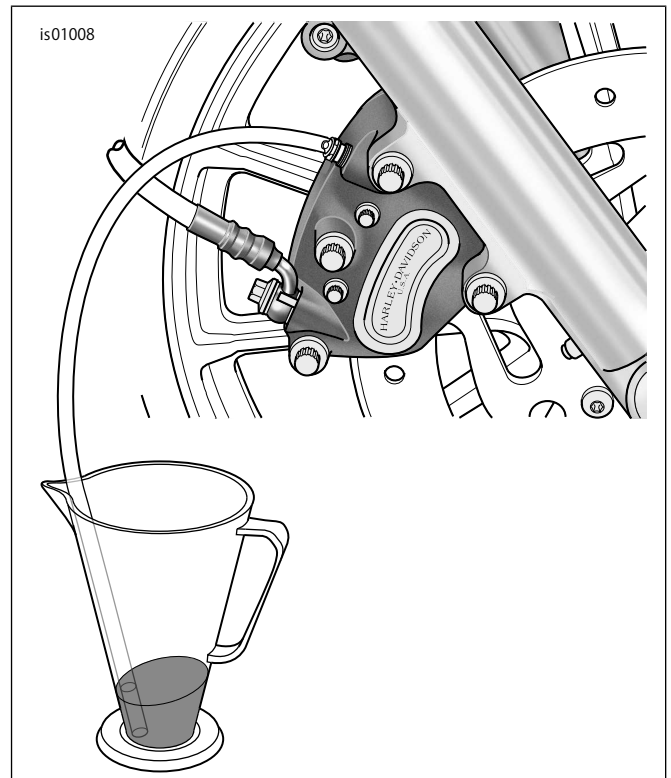

図10。ブレーキフルードの抜き取り
1. 「図10」を参照してください。フロントブレーキキャリパーのブリーダーバルブキャップを取り外します。透明プラスチックチューブの先端をブリーダーバルブにかぶせます。反対側の端部を清潔な容器に入れます。